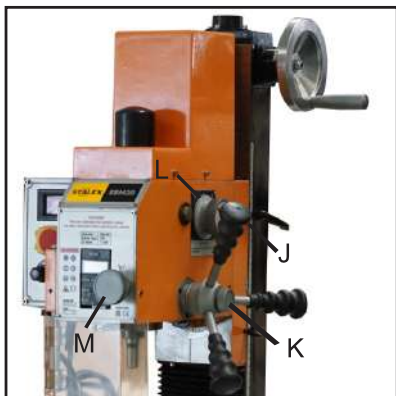

Рис. 8
**Рукоятки подачи вниз: (J, Рис. 8)**
Расположены на правой стороне головки. Движение против часовой стрелки перемещает оплечь к столу. Возвратная пружина отводит рукоятки. Рукоятку (К, Рис. 8) следует ослабить перед работой с рукоятками. Градуированные шкалы (L, рис. 8) на основании рукоятки могут быть проиндексированы или «обнулены», чтобы обеспечить точность и удобство движений.
Повернуть рукоятку (К, Рис. 8) против часовой стрелки для зацепления рукоятки точной подачи (М, Рис. 08), которая расположена на передней части головки. Повернуть в соответствии с требуемым перемещением вниз, вращать маховичок по часовой стрелке, чтобы опустить шпиндель, в обратном направлении, чтобы втянуть его.